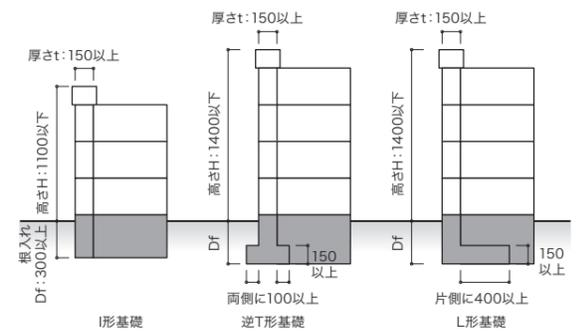

図2-4-1 組積造の塀(学会規準) 単位: mm
- ・基礎の根入れは300mm以上かつ塀の高さの1/4以上とします。基礎の形状と塀の高さは、(表2-4-1、図2-4-1)を参照してください。